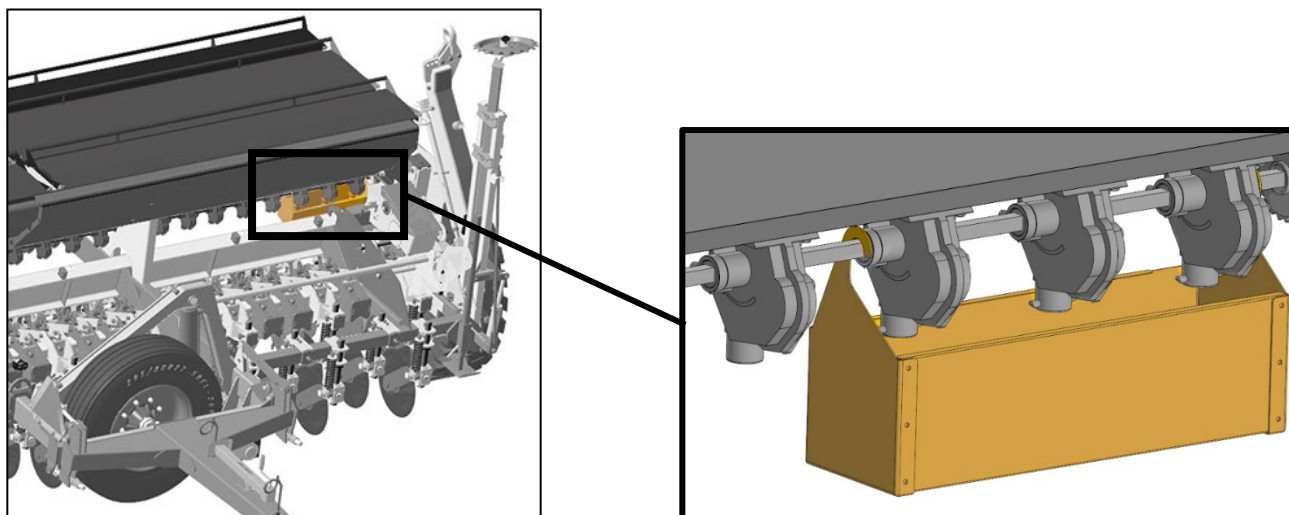

Рисунок 39 – Тара для сбора посевного материала
5. Установить под дозаторы тару для сбора посевного материала, рис. 39.